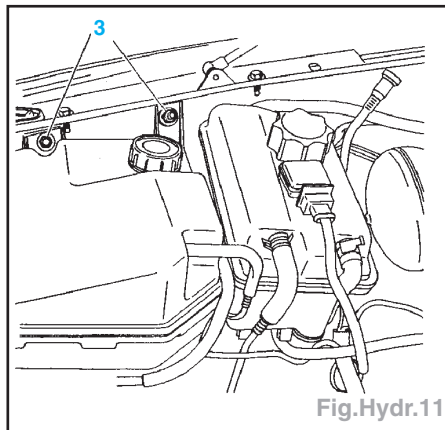

Fig.Hydr.11
- les écrous (1), placer l'outil [1] sur la durit et désaccoupler la durit (2).
- Déposer (Fig.Hydr.11) :